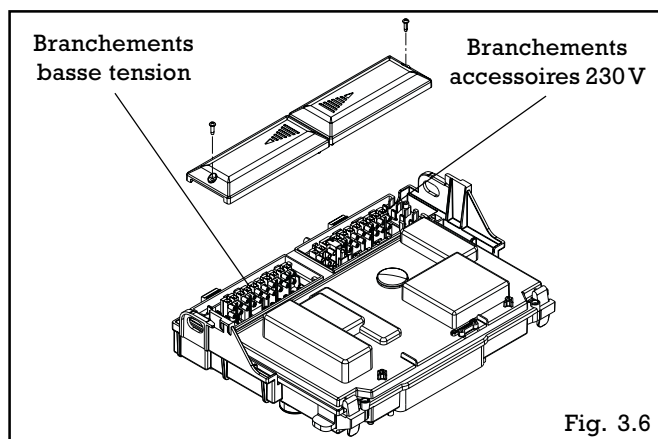

Fig. 3.6
- retirer les 2 petits couvercles (1 vis) en les faisant glisser dans le sens des flèches (fig. 3.6)